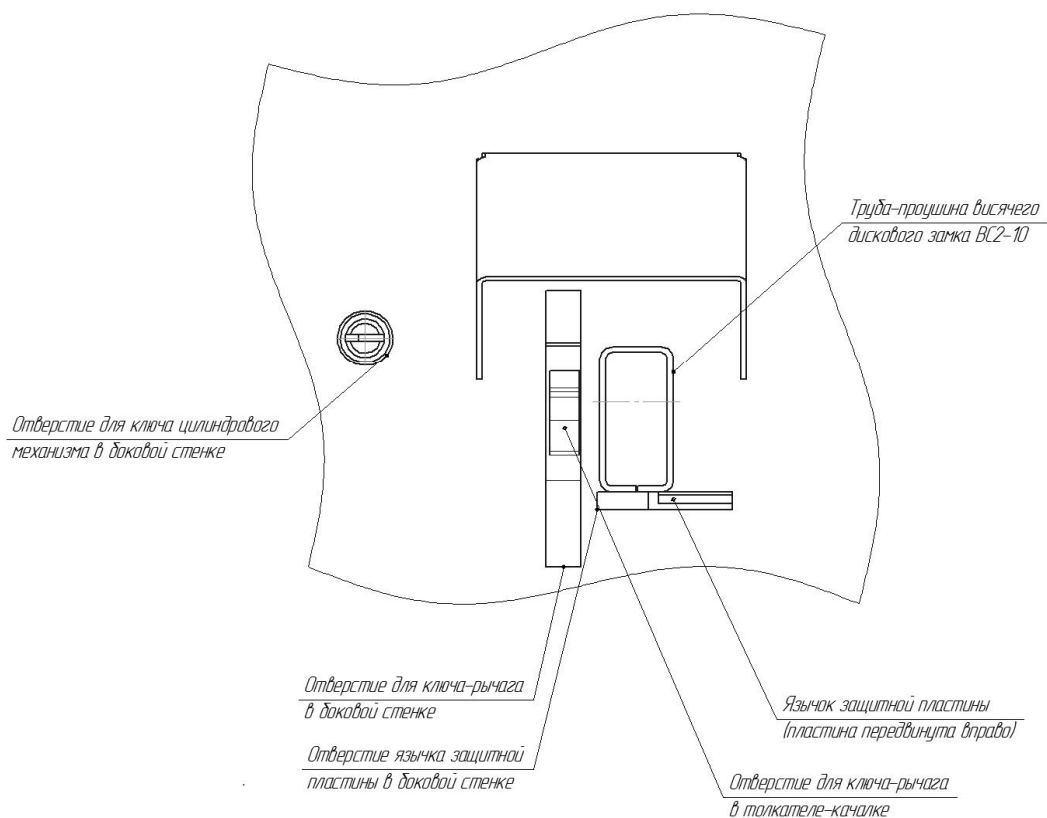

Рисунок 13. Запорный механизм со снятым замком.
- За язычок (см. рис. 13), сдвинуть защитную пластину вправо (т.е. к внешней двери шкафа) по пазу до упора.